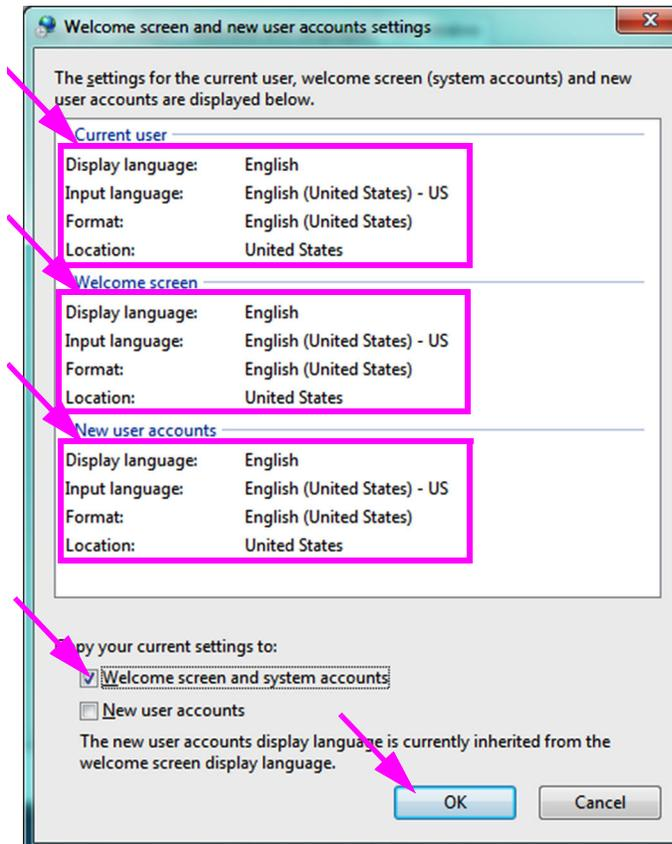

Figura C-17. Schermata Welcome Screen and New User Account Settings (Impostazioni schermata iniziale e nuovi account utente)
- Verrà visualizzata la schermata **Welcome screen and new user account settings** (Impostazioni schermata iniziale e nuovi account utente) (vedere la Figura C-17).
- Verificare che i campi **Format** (Formato) corrispondano alla lingua selezionata nella Sezione C.4.1, e che i campi **Input Language** (Lingua di input) corrispondano alla lingua selezionata nella Sezione C.4.2 (vedere la Figura C-17).